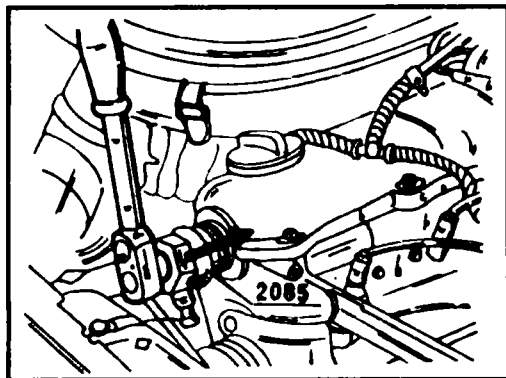

Рис. 2.30 Приспособление для замены сальника распредвала
- ◆ Коническую, резьбовую часть головки приспособления смажьте моторным маслом, наложите на распредвал и затолкните под сальник. Затем, равномерно прижав приспособление к сальнику, вверните его при помощи ручки в сальник (рис. 2.30) до упора в распредвал.